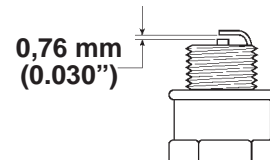

Abbildung 27
- Den Elektrodenabstand an der neuen Zündkerze auf 0,76 mm (0.030") einstellen (Abb. 27).